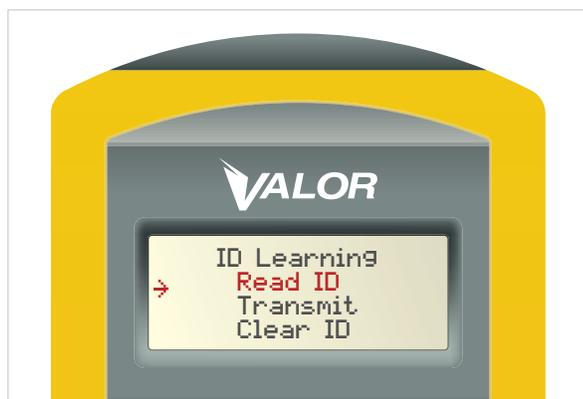

Figure 7
1. Dans le sous-menu ID Learning (apprentissage de l'ID), sélectionnez l'option Read ID (lire l'ID). (Figure 7)